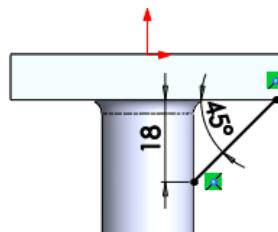

图 5.11.3 截面草图
(2) 绘制截面的几何图形（图 5.11.3 所示的直线）。
(3) 添加几何约束和尺寸约束，并将尺寸数值修改为设计要求的尺寸数值，如图 5.11.3 所示。